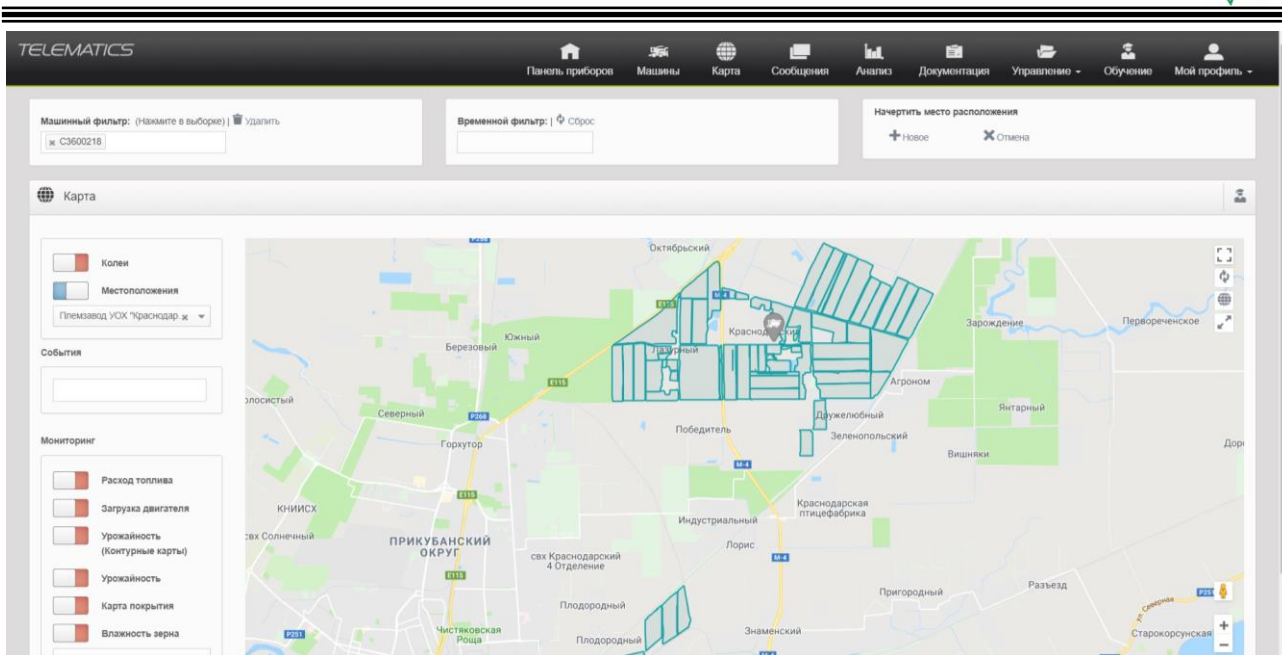

Рисунок 5.9 – Переход к вкладке **Карта**
5. Перейдите к вкладке **Карта**  на главной панели и выберите местоположение **Племзавод УОХ “Краснодарское” КГАУ** (рисунок 5.9).